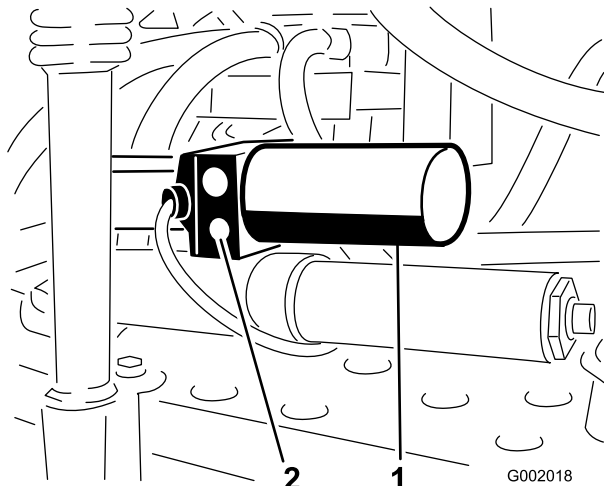

Figure 69
1. Trouvez l'emplacement du clapet de décharge manuel de l'actionneur sur chaque rampe. Le clapet de décharge manuel est la plus petite des valves et se trouve d'un seul côté du corps de l'actionneur (Figure 69).